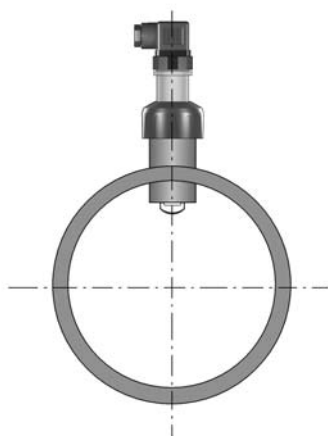

Fig. 2
- Fig. 2: installazione in assenza di bolle d'aria